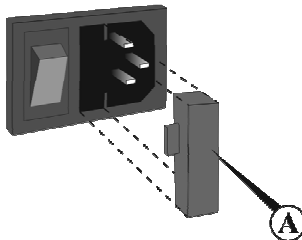

Abb. 2 Austausch der Sicherung
- Ziehen Sie die Sicherung heraus, indem Sie leichten Druck auf die Aussparung ausüben (Abb. 2/A).